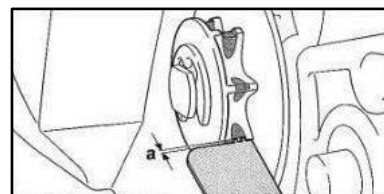

Fig. 8
### Controllo della ruota dentata (Fig. 8)
4. Misurare la profondità della scanalatura della ruota dentata con un calibro di profondità. (Fig. 8)